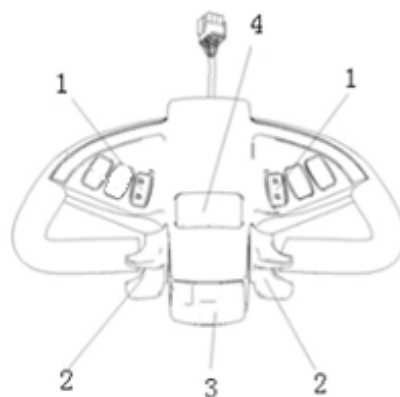

Рисунок 3. Рукоятка управления
Убедитесь, что индикатор заряда аккумулятора загорелся, проверьте степень заряда аккумулятора. Также перед началом работы следует проверить работоспособность звукового сигнала нажатием на кнопку (4) (см. рис. 3), а также систему тормоза.
Перед началом движения подъемно-транспортного устройства необходимо отклонить рукоятку-манипулятор от вертикального положения (В) в положение (F) (см. рис 4). Чтобы начать движение поверните большим пальцем рычаг управления движением (2) в сторону движения (см. рис. 3). Степень отклонения рычага от
При необходимости плавной остановки подъемно-транспортного устройства следует отпустить рычаг (2) управления движением (см. рис. 3). Он должен автоматически вернуться в нейтральное первоначальное положение.
Если оператор задействует кнопку аварийного реверса (3), находящуюся на рукоятке управления (см. рис. 3), при движении назад, подъемно-транспортное устройство немедленно остановится, и начнет движение в противоположном направлении, пока нажата аварийная кнопка.
Для управления вилами подъемно-транспортного устройства предусмотрено две сдвоенные кнопки (1), находящиеся на рукоятке управления (см. рис. 3). Для опускания вил необходимо зажать кнопку со стрелочкой «вниз», а для подъема вил, необходимо зажать кнопку со стрелочкой «вверх».